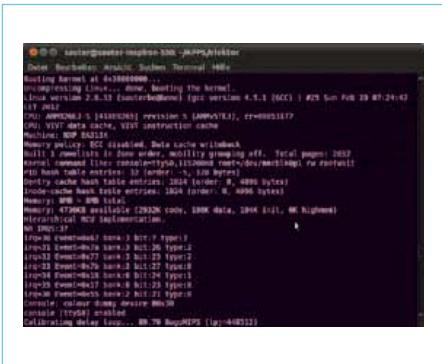

Bild 8. Linux-Kernel-Bootmeldungen.
- Der Kernel entpackt sich selbst und startet anschließend automatisch (**Bild 8**).